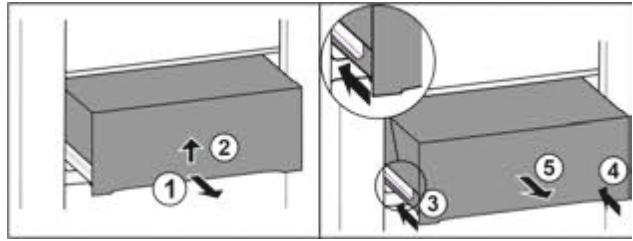

Fig. 33
- ▶ Витягніть ящик на половину. Fig. 33 (1)
- ▶ Підняти висувний ящик за нижній бік. Fig. 33 (2)
- ▶ Вставити ліву рейку. Fig. 33 (3)
- ▶ Вставити праву рейку. Fig. 33 (4)
- ▶ Вийняти висувний ящик рухом вперед. Fig. 33 (5)